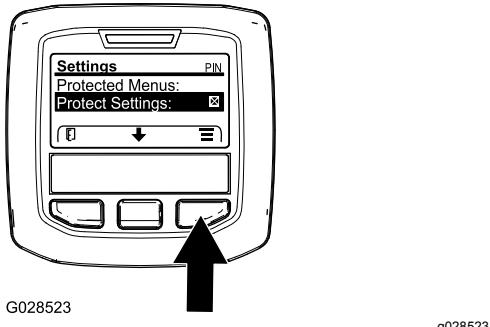

Figure 42
1. Accédez au menu protégé et déverrouillez le sous-menu des réglages protégés (Figure 42) ; voir Accès aux menus protégés \(page 23\).